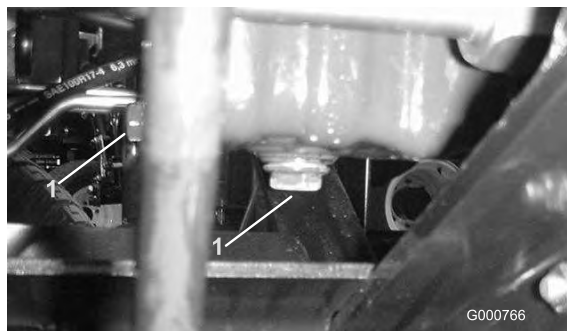

Bild 56
- Entfernen Sie die Ablassschraube (Bild 56) und lassen Sie das Öl in die Auffangwanne ab. Schrauben Sie die Ablassschraube wieder ein, nachdem das Öl abgelassen ist.